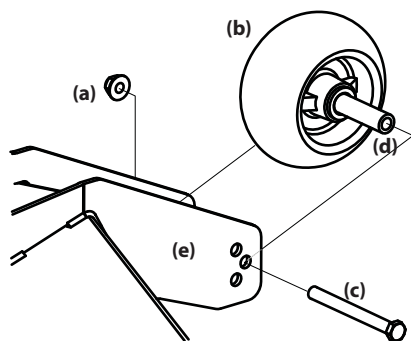

Figure 4-11
- Retirez l'écrou autobloquant (a) qui sert à retenir la roue de jauge avant (b) au plateau de coupe. Enlevez la roue de jauge avant (b), le boulon (c) et l'entretoise (d). Voir Figure 4-11.